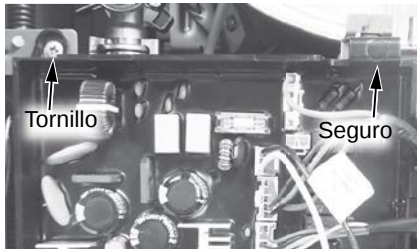

Figura 163 - Ubicación del panel de la placa de control.
- 15** Ubique el tornillo que fija el panel de la placa de control. Use un destornillador Phillips para retirar el tornillo y déjelo a un lado en un lugar seguro para volver a instalarlo. Consulte la Figura 163.